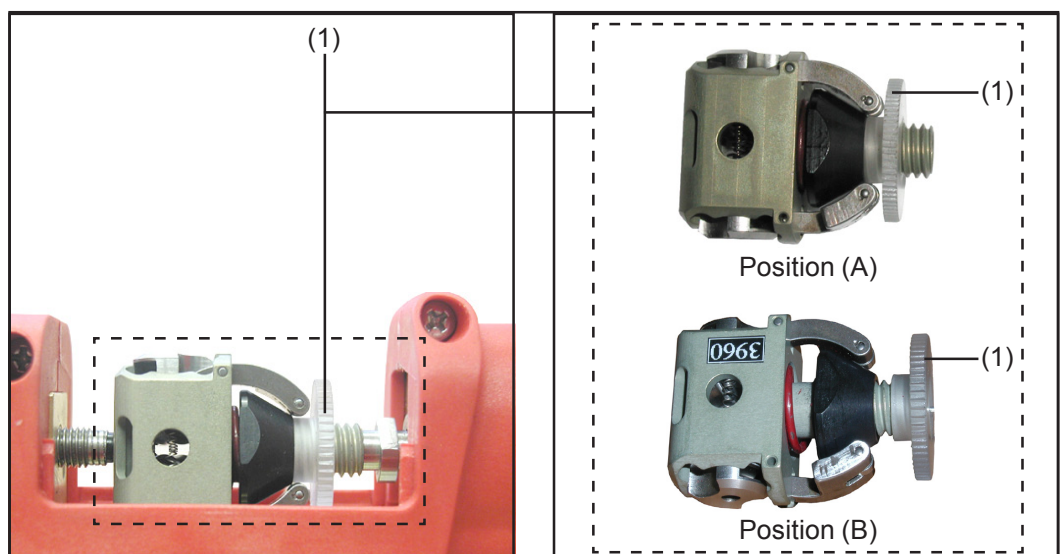

Abb.43 PT-Drive entkoppeln
- Rändelmutter (1) in ursprüngliche Position (B) - siehe Abb.43 - schrauben
- Rändelmutter (1) in Position (A) - siehe Abb.43 - schrauben
- Rändelmutter (1) in Position (B) - siehe Abb.43 - schrauben